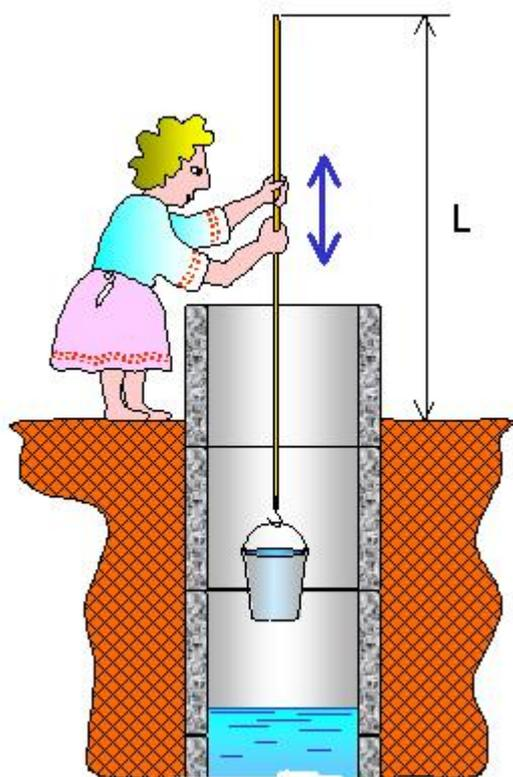

Рис. 1.
– Представь себе колодец, в котором ведро с водой поднимают с помощью длинного шеста с крючком на конце (рис.1).